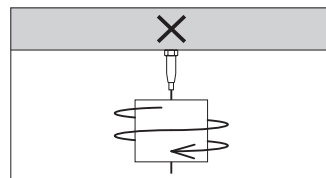

図8
- ・吊っている対象物を回転させるなど、ワイヤーに常にねじれ力が加わる状態でのご使用はお止めください(図8)。ワイヤーが金具から抜ける場合があります大変危険です。